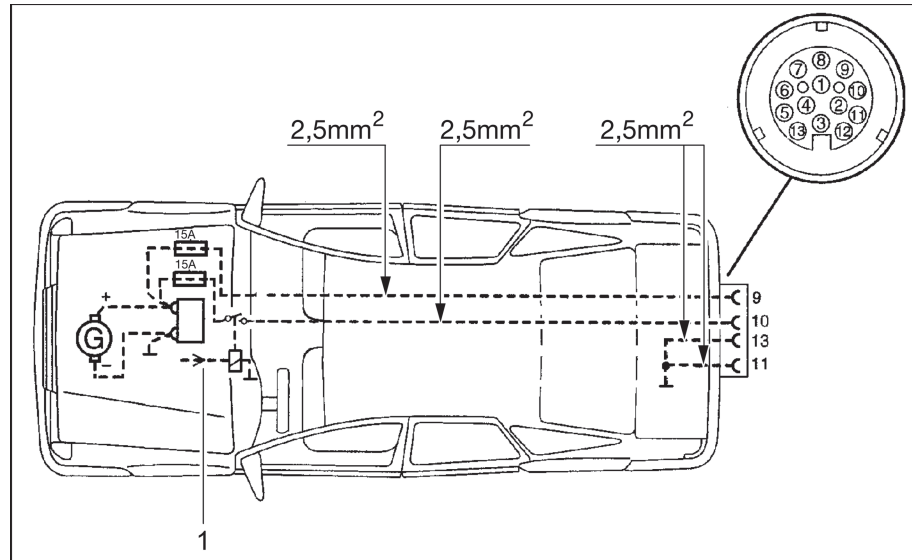

Fig. 97 Installation du véhicule tracteur (Pack Autarcie)
- ▷ Equiper le véhicule tracteur avec les sections de câbles appropriées et avec un relais pour l'alimentation en courant (commande par l'allumage) (voir Fig. 97).